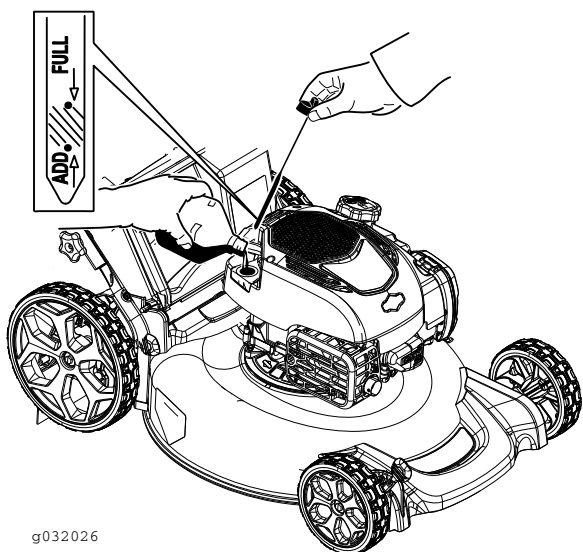

Figura 7
2. Retire a vareta (Figura 7) e deite cerca de 3/4 da capacidade do cárter de óleo para o tubo de enchimento de óleo.
5. Retire vareta e verifique o nível de óleo na vareta (Figura 7).